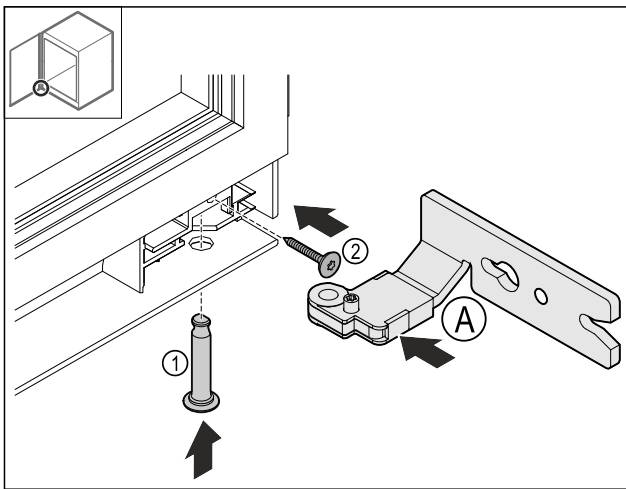

Fig. 25
- ▶ Unteres Scharnier Fig. 25 (A) einsetzen.
- ▶ Bolzen Fig. 25 (1) einstecken und festhalten.
- ▶ Schraube Fig. 25 (2) festdrehen.